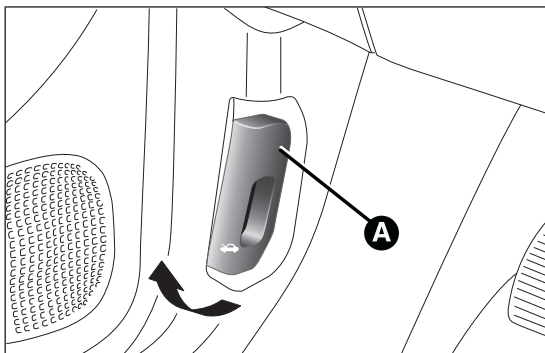

fig. 57
- tirare la leva A fig. 57 nel senso indicato dalla freccia;